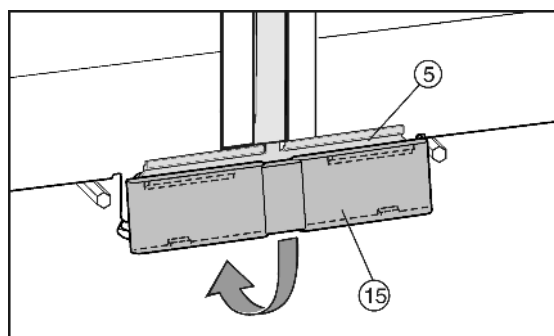

Fig. 11
- ▶ De onderste afdekking *Fig. 11 (15)* van boven op de verbindingstrip *Fig. 11 (5)* zetten en aan de onderkant vastklikken.